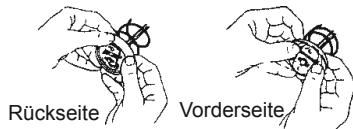

Abbildung 3 Befüllen der Fettpresse aus dem Fettgebinde
- 1) Vor dem Einsetzen einer Fettkartusche, die Einbaulage der Folgekolben-Manschette visuell überprüfen. Bei Anwendung von Fettkartuschen muss die Dichtlippe der Manschette im Fettbehälter nach hinten, in Richtung Handgriff, zeigen. Siehe Abb. 3. Ist eine Ausrichtung der Folgekolben-Manschette erforderlich, Behälter-Verschlusskappe abschrauben und danach am Handgriff die Mitnehmerstange samt Folgekolben aus dem Fettbehälter herausziehen. Manschette des Folgekolbens umstülpen. Anschließend Wiedereinbau vornehmen.
- 4) Den Abreißdeckel von der Fettkartusche abziehen und danach die Fettbehältereinheit (9) in die Pumpeneinheit (4) schrauben.